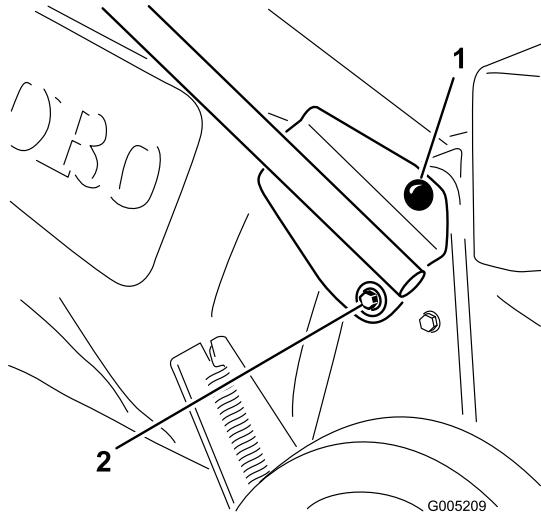

Bild 3
3. Drehen Sie den Griff wieder in die Betriebsstellung und setzen Sie die Befestigungen ein, wie in (Bild 3) dargestellt.